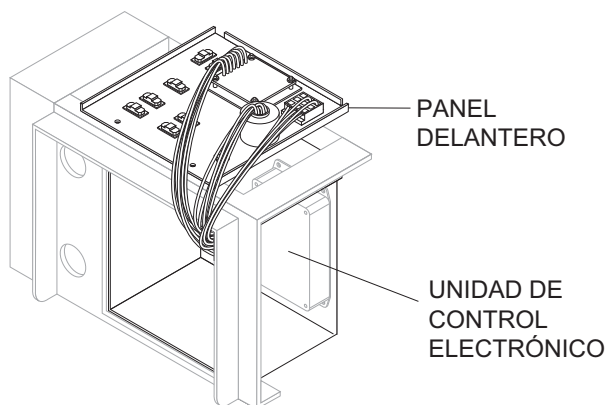

Figura 31. Extracción del tablero de control
2. Incline y tire lentamente hacia afuera del tablero de control y colóquelo sobre (Figura 31) la caja de control para acceder al interior de la caja.